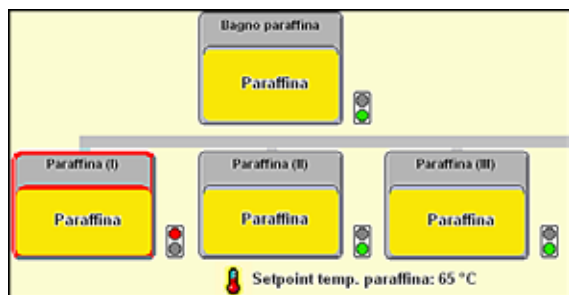

Fig. 42
- Se la stazione di paraffina è stata estratta, ciò viene segnalato tramite una cornice rossa (fig. 42) e il semaforo accanto al bagno diventa rosso. Ogni semaforo diventa rosso anche se la temperatura impostata non è raggiunta o se il tempo di fusione non è ancora scaduto.